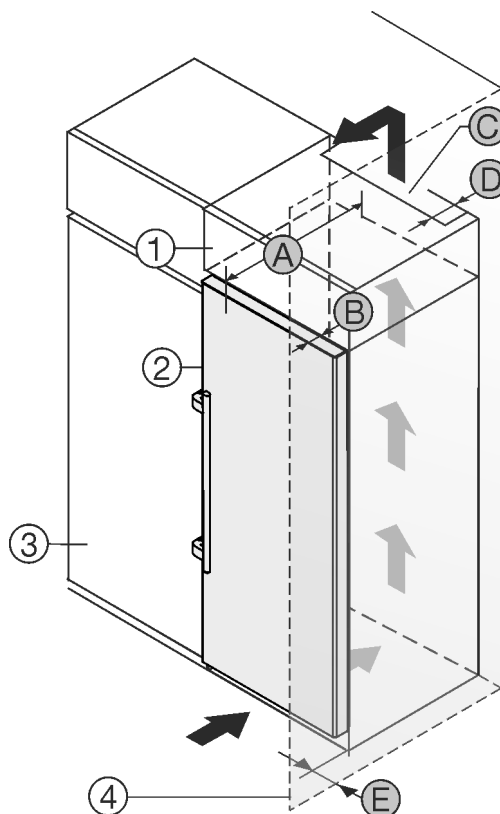

Fig. 1
- (1) Nastavná skříňka
- (2) Příklad
- (3) Kuchyňská skříň
- (4) Stěna
- (B) Hloubka dveří
- (C) Větrací průřez
- (D) Vzdálenost zadní strany přístroje
- (E) Vzdálenost k zadní straně přístroje
- (A) Hloubka přístroje
Můžete přístroj nainstalovat přímo vedle kuchyňské skříňky Fig. 1 (3).
Na zadní straně nastavné skříňky musí být větrací šachta hluboká Fig. 1 (D) přes celou šířku nastavné skříňky.
Pod stropem místnosti musí být dodržen větrací průřez Fig. 1 (C).
Když přístroj instalujete závěsy vedle stěny Fig. 1 (4), musí být vzdálenost mezi přístrojem a stěnou minimálně 57 mm. To odpovídá přesahu madla při otevřených dveřích.
Aby bylo možné dvířka plně otevřít, musí přístroj přesahovat o hloubku dveří Fig. 1 (B) vůči přední linii kuchyňské skříňky. V závislosti na hloubce kuchyňských skříněk Fig. 1 (3) a použití vymezočů odstup od stěny může přístroj vychýlkat dále.